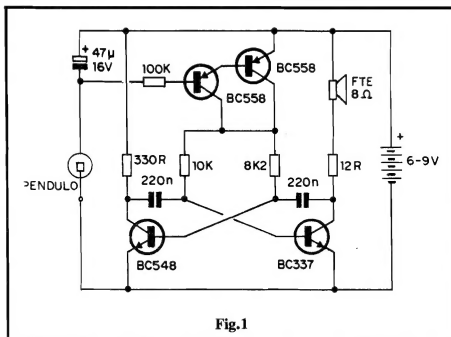

Fig.1
- FIG. 1 - DIAGRAMA ESQUEMÁTICO DO CIRCUITO - A estrutura do circuito é muito simples, e o